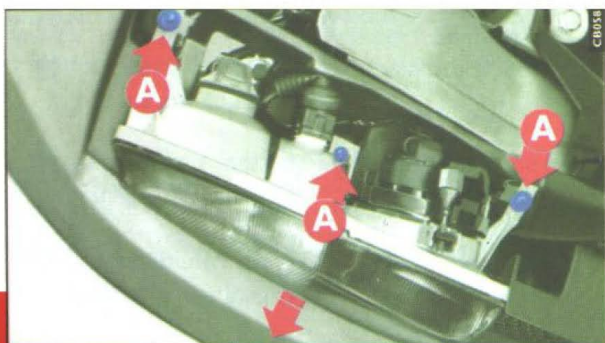

fig. 11
- 1) ceterar o grupo ótico completo, soltando os 3 parafusos **A**-fig. 11 e puxando-o no sentido da seta;
- 5) reposicionar o grupo ótico e colocar os parafusos **A**-fig. 11.